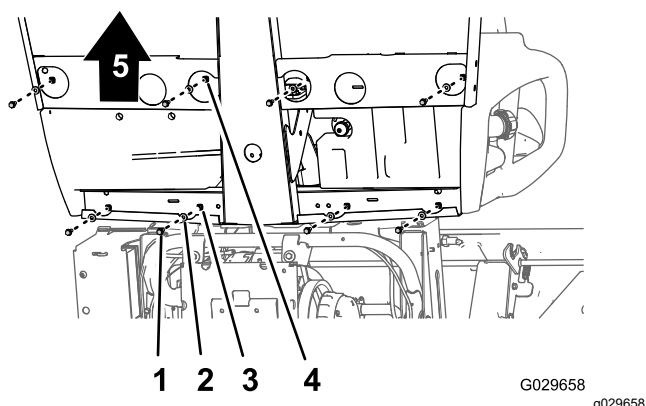
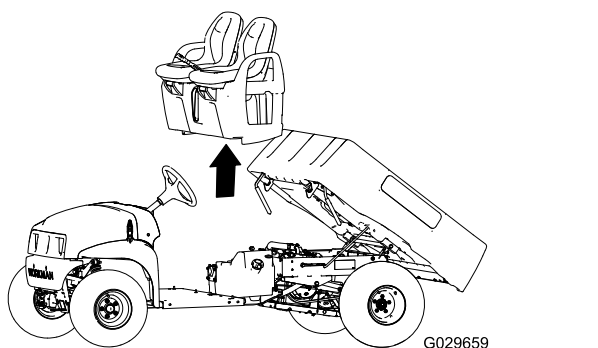

Рисунок 44
Рисунок 45
1. В нижней части автомобиля удалите 8 болтов с фланцевыми головками и 8 шайб, которые крепят основание сиденья к панели пола и заднему швеллеру кабины (Рисунок 44).
2. Осторожно поднимите сиденья, основание сиденья и тросы стояночного тормоза с автомобиля (Рисунок 44).
1. Поднимите сиденья и основание сиденья для установки на автомобиль и совместите тормозные тросы с ходовой частью (Рисунок 44 и Рисунок 45).
2. Совместите отверстия в основании сиденья с отверстиями в панели пола и заднем швеллере кабины (Рисунок 44 и Рисунок 45).